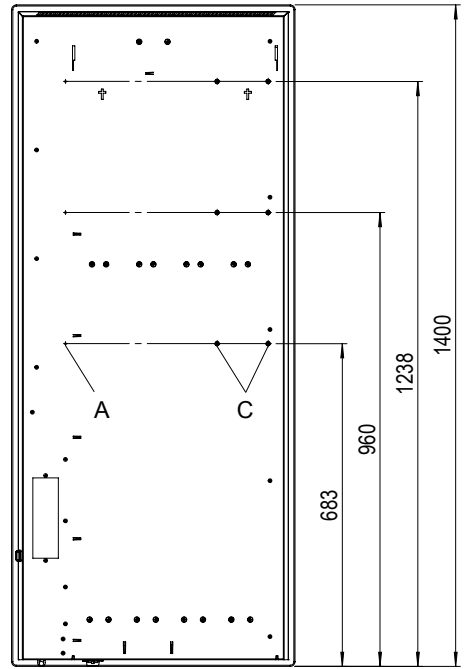

Fig. 2 Face arrière de l'appareil: type 15/338
- Poser la barre en U, ouverture vers le haut, sur les trous de montage et la fixer à l'aide de la vis à tête "A" fournies (voir Fig. 2). Orienter la barre en U de telle façon que les trous de vis "C" reste bien accessible. Serrer la vis à tête.